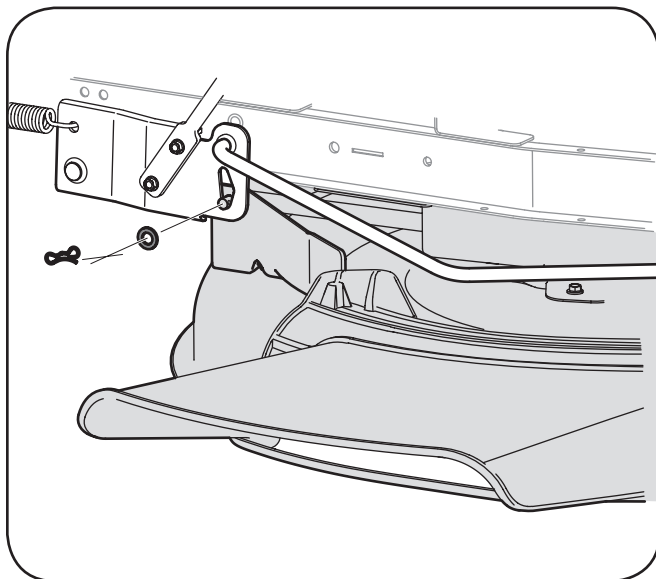

Figura 7-1
3. Retire el pasador de pajarita y una arandela plana de la asamblea elevación de la plataforma, y retener para su reinstalación después. Ver Figura 7-1.